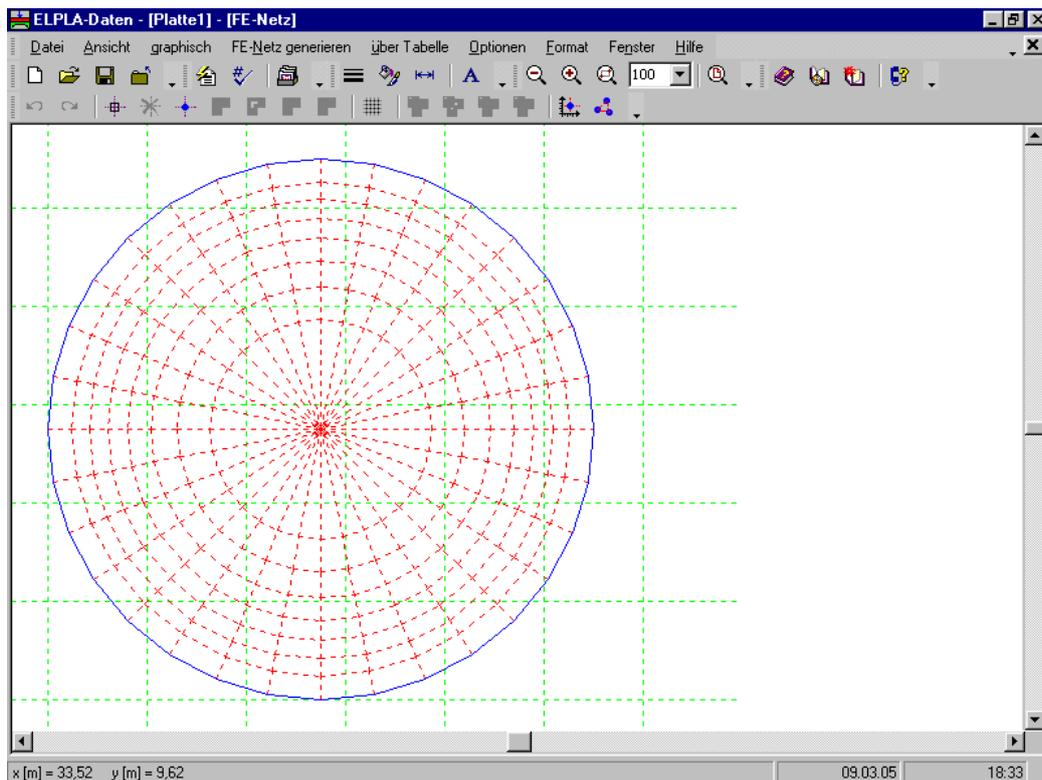

Bild 3-12 Generiertes FE-Netz auf dem Bildschirm
ELPLA generiert ein geeignetes FE-Netz für die kreisförmige Platte von 22 [m] Durchmesser mit 8 kreisförmigen Teilungen. Das folgende eingebettete Programm im Bild 3-12 erscheint mit dem generierten Netz.
- Wählen Sie den Befehl "FE-Netz speichern" aus dem "Datei"-Menü im Bild 3-12, um die Daten des FE-Netzes zu speichern
- Wählen Sie "FE-Netz schließen" aus dem "Datei"-Menü im Bild 3-12, um das eingebettete Programm "FE-Netz" zu schließen und zum Hauptfenster des Programms *ELPLA-Daten* zurückzukehren